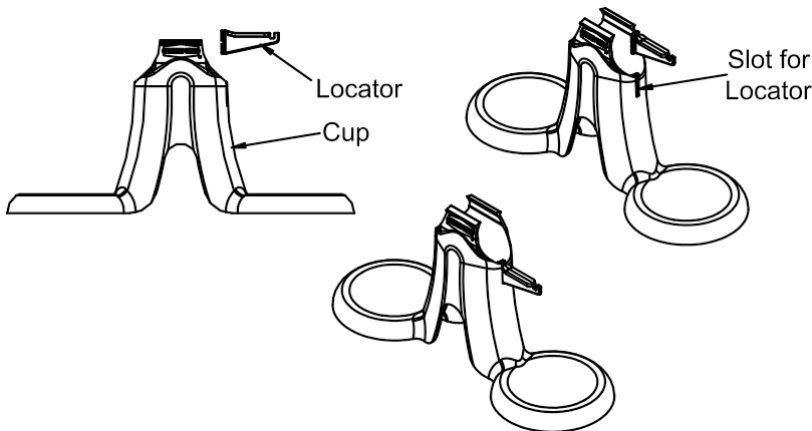

Figure 21. Installation du gobelet Advanti-Flow
1. Installez le dispositif de positionnement sur la tasse comme indiqué (voir figure 21).